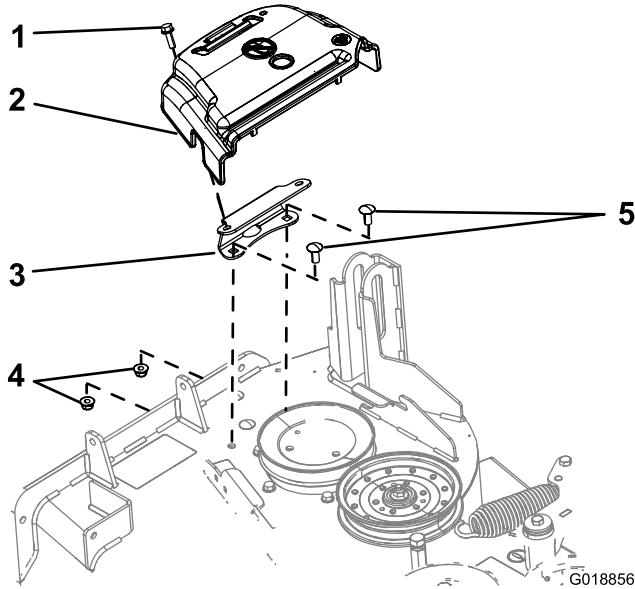

図 3
2. ベルトカバーを固定しているボルトを左に回してゆるめる図 3。
3. ベルトカバーとボルトを、取り付けブラケットから外す図 3。
1. カバー取り付けブラケットをデッキに固定しているボルト2本とフランジナット2個を取り外す図 3。
1. ベルトカバーブラケットをデッキの前側フレンジに固定しているキャリッジボルト2本 $1/4 \times 3/4$ インチとロックナット2個 $1/4$ インチを取り外す図3。
2. 刈り込みデッキからベルトカバーブラケットを取り外す図3。